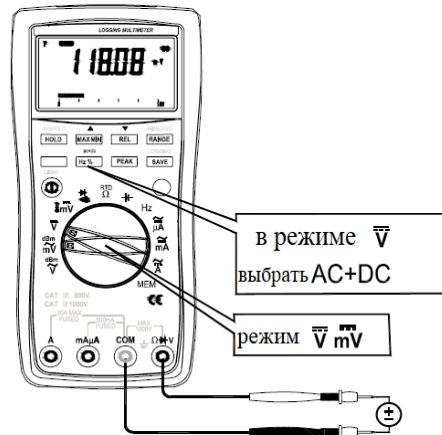

Рис. 14 Режим DCV (пост. напряжение)
2. Измерительные провода соединить со входными гнездами: COM/черный и $\Omega \rightarrow V$ /красный (рис.14).